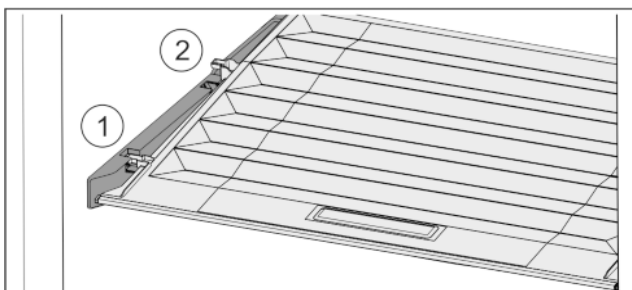

Fig. 33
- ▶ Træk dækslet fremad til åbning i holdedelene Fig. 33 (1).
- ▶ Løft nedefra og bevæg det opad og ud Fig. 33 (2).